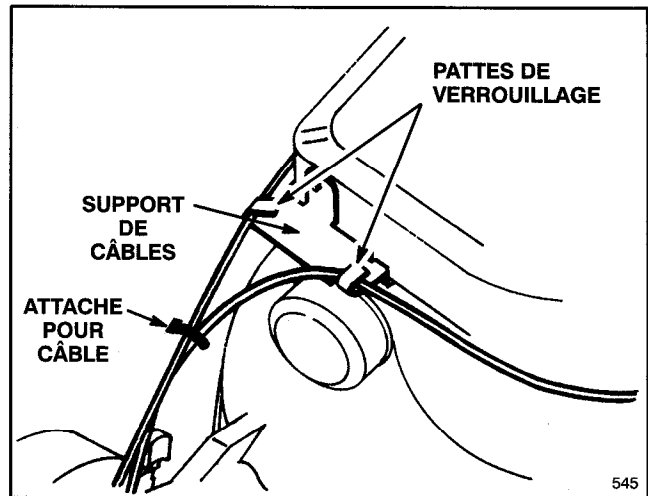

Figure 3
7. Vérifier que les câbles de commande soient passés dans le crochets du support de câble se trouvant à l'arrière du moteur (Fig. 3). Serrer les deux câbles de commande à l'aide d'un serre-câble comme illustré à la figure 3.